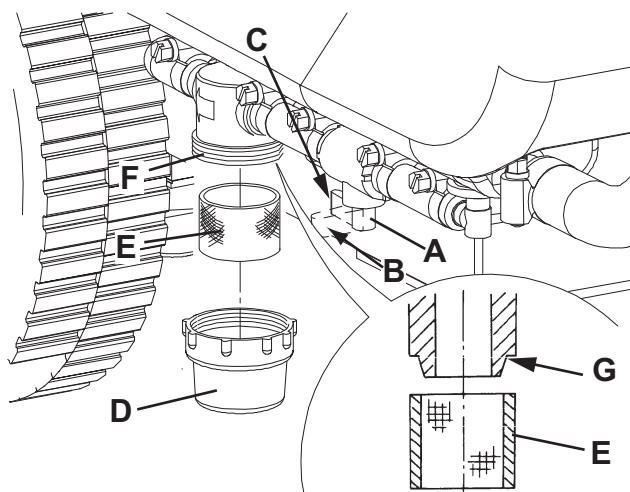

Figure 9
3. Fermer le robinet (A, Fig. 9) de la solution situé dessous la machine, derrière la roue arrière droite. Le robinet (A) est fermé quand il se trouve dans la position (B) par rapport aux tuyaux ; il est ouvert quand il se trouve dans la position (C).
4. Déposer le couvercle transparent (D), puis déposer le filet filtrant (E). Les nettoyer et les reposer sur le support (F).